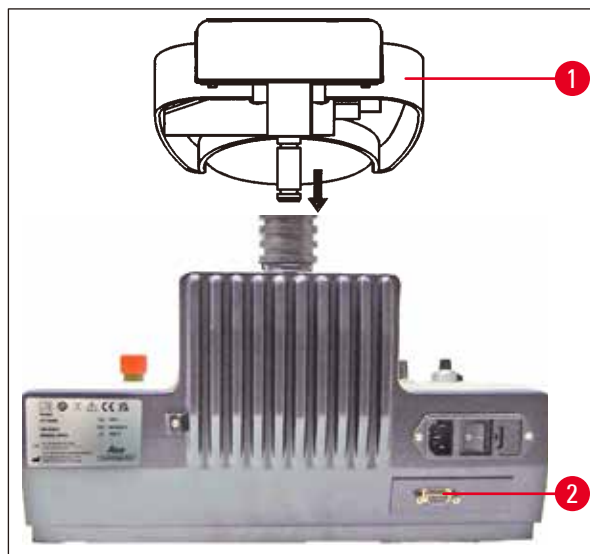

Abb. 8
- Aufsetzen auf das Gerät, wie in (→ Abb. 8) gezeigt.